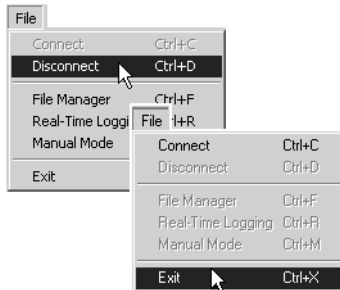

Figura 2-19. Haga clic en Disconnect y después en Exit
8. Haga clic en **File ▶ Disconnect**, después en **File ▶ Exit** para salir del PC-CDU (Figura 2-19).